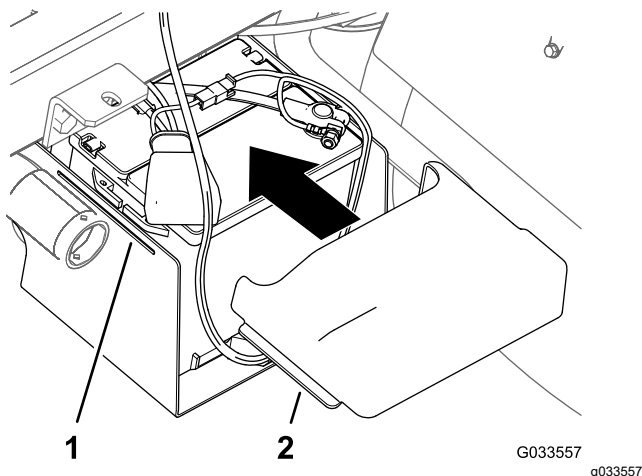

Figure 31
10. Appuyez de chaque côté du couvercle de la batterie pour aligner les languettes sur les fentes de la base de la batterie, puis relâchez les côtés du couvercle (Figure 31).